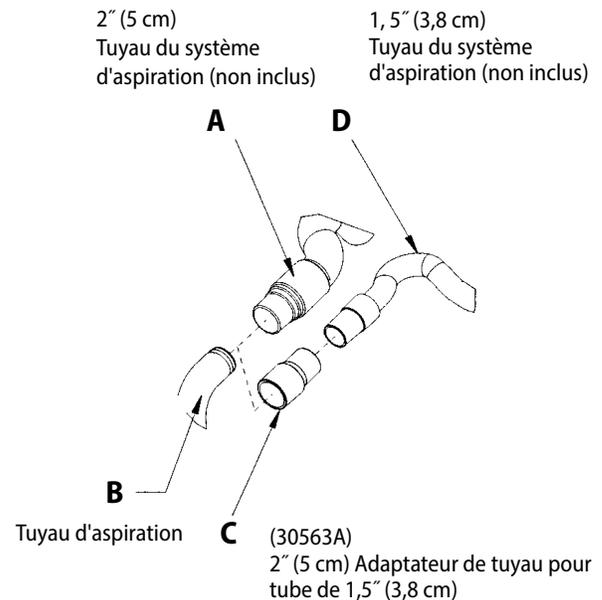

Figure 1
- 1 Installez l'embout du tuyau de 2" (5 cm) (Figure 1, A) directement sur le tuyau d'aspiration (Figure 1, B).
- 1 Installez l'adaptateur d'extrémité du tuyau de 2" (5 cm) x 1 1/2" (3,8 cm) (n° de pièce 30563A) (Figure 1, C), sur le tuyau d'aspiration (Figure 9, B).
- 2 Insérez l'extrémité du tuyau de 1 1/2" (3,8 cm) (Figure 1, D) dans l'adaptateur. (Figure 1, C).